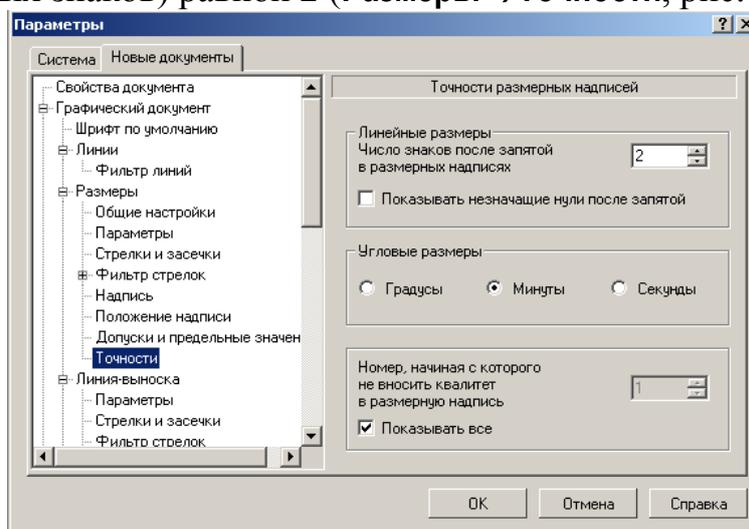

Рис. 15.10. Окно диалога **Графический документ**⇒**Размеры**⇒**Точности** установки точности в размерной надписи
5. Задайте точность вывода размерных надписей (в виде числа десятичных знаков) равной 2 (**Размеры**⇒**Точности**, рис. 15.10).